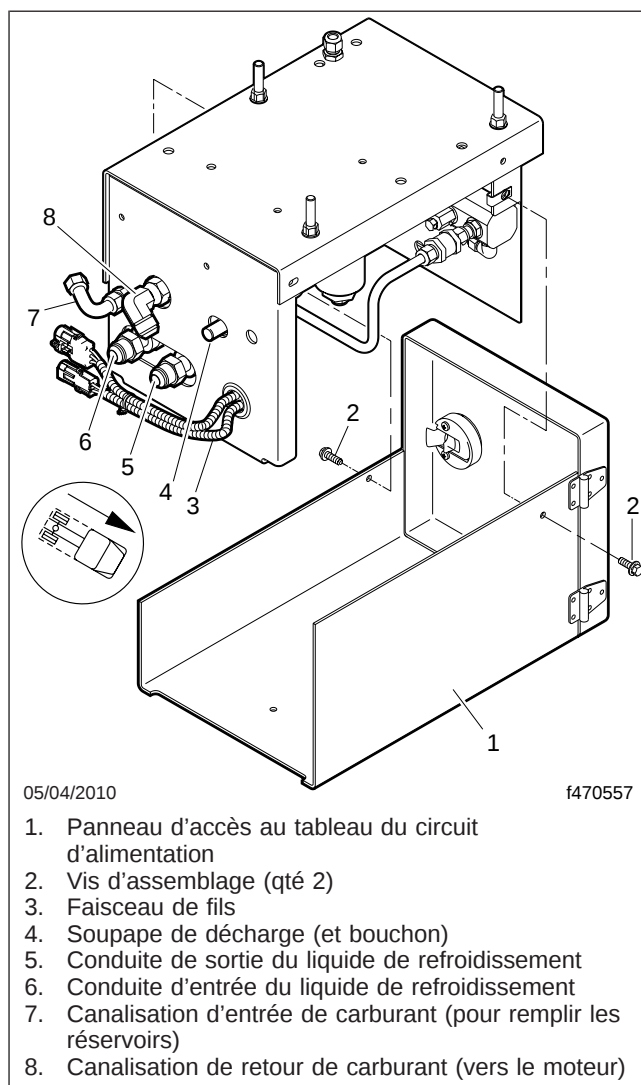

Fig. 21.16, Ensemble de tableau du circuit d'alimentation à GNC
- 2.3 Déposez les deux vis d'assemblage qui fixent le panneau d'accès au tableau du circuit d'alimentation, puis retirez ensuite le panneau. Voir la figure 21.16. Conservez les vis d'assemblage pour la réinstallation.